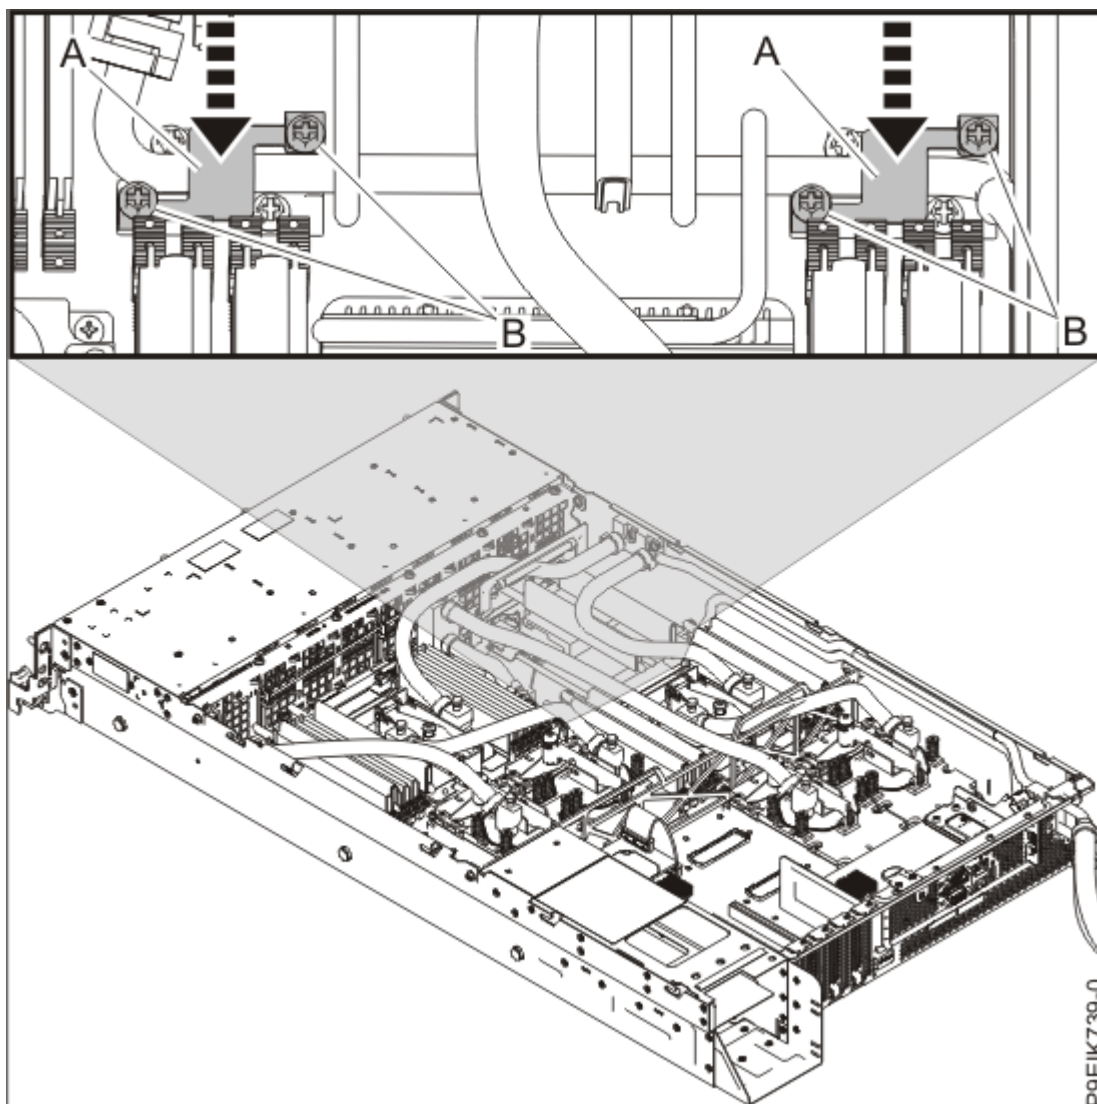

Figure 59. Remplacement des pinces de conduite du milieu
12. Remplacez les deux pinces de conduite **(A)** situées près du milieu du système, comme illustré dans la Figure 59, à la page 61. Placez les conduites dans les supports sur le fond de panier système, placez les pinces sur les supports et les conduites, alignez les pas de vis **(B)** et serrez les quatre vis.